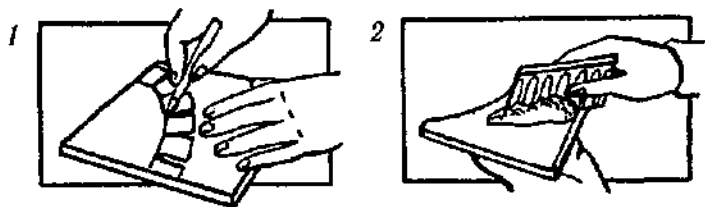

Рис. 108. Кладка по сложному контуру.
Используют шаблон так (рис. 108): по нему размечают вырез на плитках (1); режут плитку; при кладке плитки со сложным вырезом следует увеличить слой клея (2).